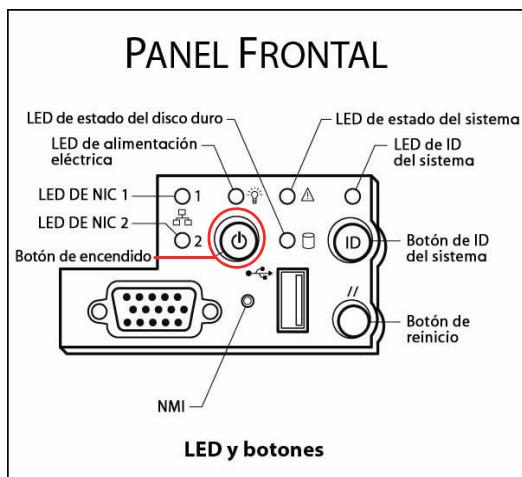

FIGURA 2-24 Detalles del botón de encendido y el panel delantero
5. Pulse el botón de encendido (FIGURA 2-24) del panel frontal (detrás de la placa frontal).